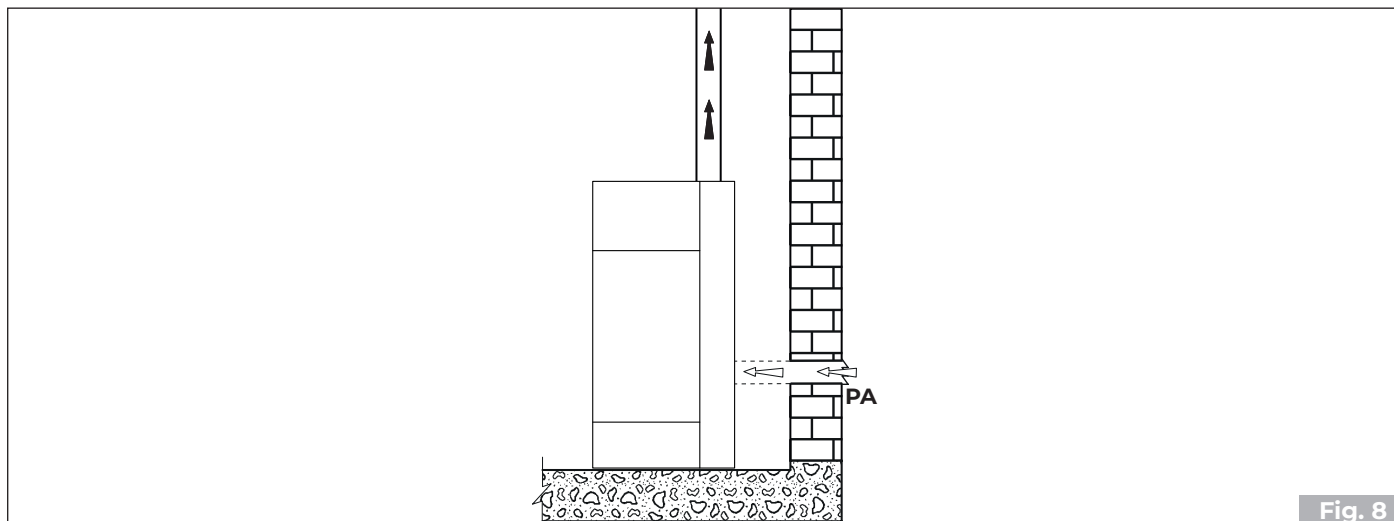

Fig. 8
- il peut provenir du lieu d'installation ou de pièces voisines (**Fig. 8**)
Réaliser la prise d'air sur la paroi (**Fig. 8 - PA** = Prise d'Air) et laisser l'appareil libre d'aspirer l'air dans la pièce, en prenant soin de raccorder la partie ondulée du tuyau (si fournie) sur le tuyau d'arrivée d'air, en la fixant avec le collier de serrage et en la pliant légèrement vers le bas afin de prévenir d'éventuels effets de résonance.